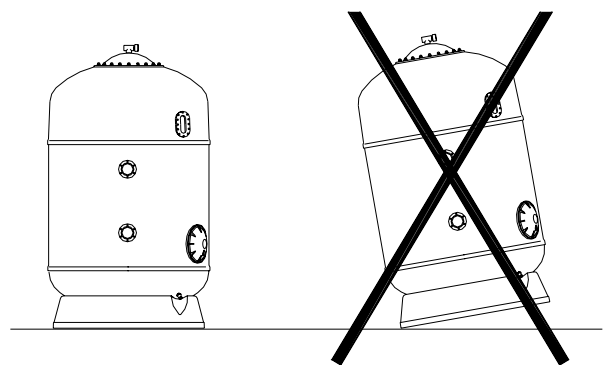

Fig. 2
- Colocar los filtros en su emplazamiento definitivo teniendo en cuenta que la base debe quedar perfectamente apoyada en el suelo y sobre un plano totalmente horizontal. (fig. 2)